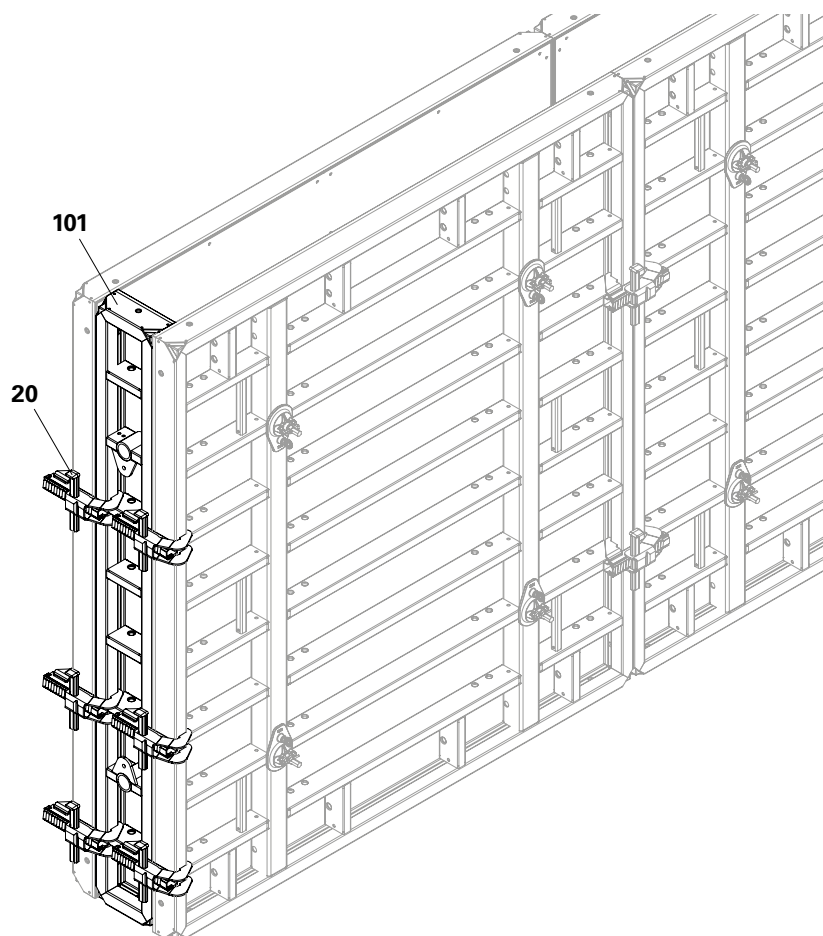

Fig. B10.07
Utiliser le panneau MX 270 x 30 (101) en tant qu'élément de coffrage pour l'épaisseur de voile 30 cm. (Fig. B10.07)